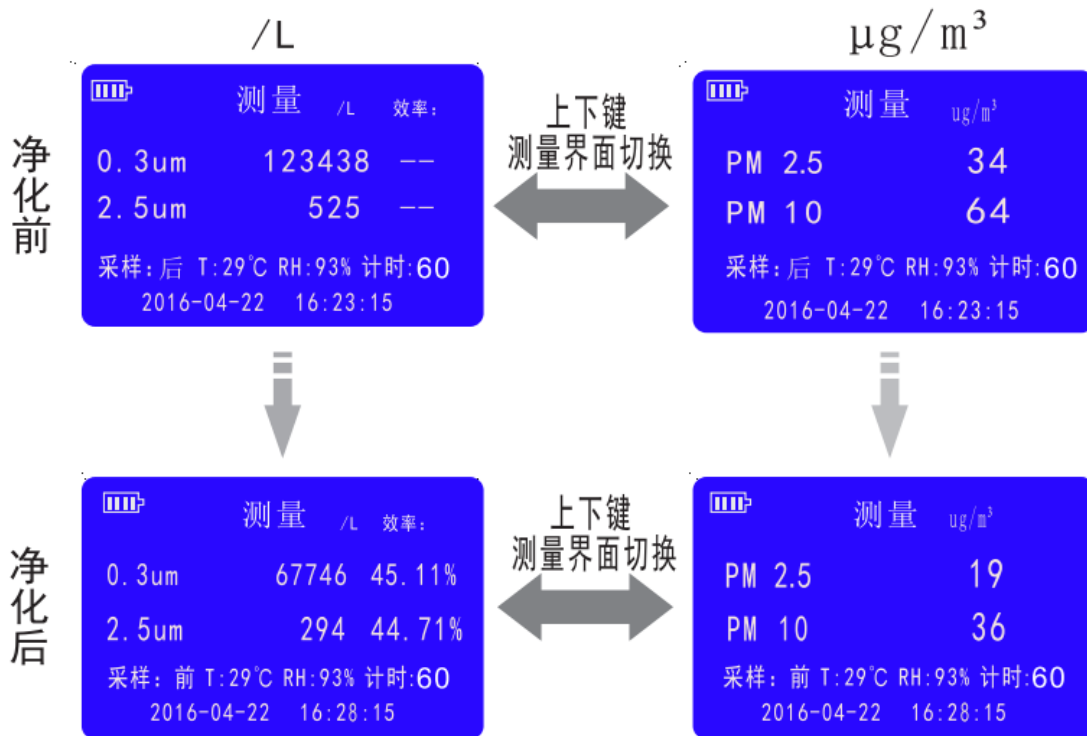

图 10 测量页面模式切换
- “RUN/STOP” : 选择空气净化器进风口前, 按此键启动 60s 采样前颗粒物数据后, 测量页面自动跳转到“采样: 后”, 选择空气净化器出风口, 再次再次按动此键启动 60s 采样后颗粒物数据, 仪器自动计算保存净化效率。如需重复测量, 仪器自动跳转到“采样: 前”, 启动此按键。(如图 10)
- 模式切换: 通过“”、“”切换“/L”与“ug/m³”界面。(如图 10 所示)